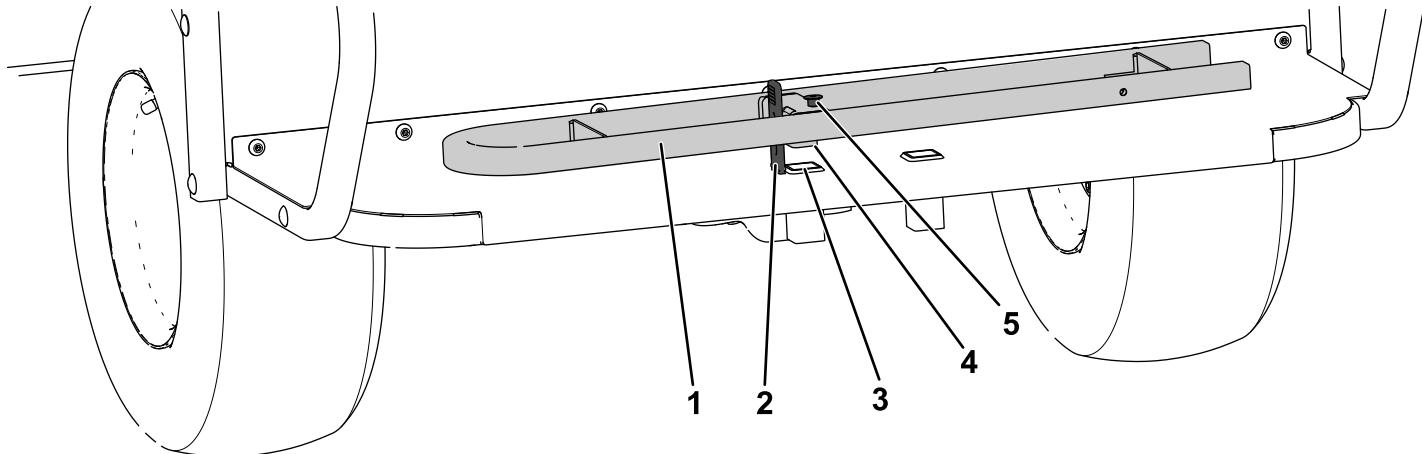

Figura 12
1. Retire a pega do banco traseiro e coloque-a no apoio de pé alinhando a patilha na pega com o furo da pega no apoio de pé (Figura 12).
2. Prenda a pega ao apoio de pé utilizando a correia de fixação e parafuso de cabeça embutida na pega do banco traseiro (Figura 12).